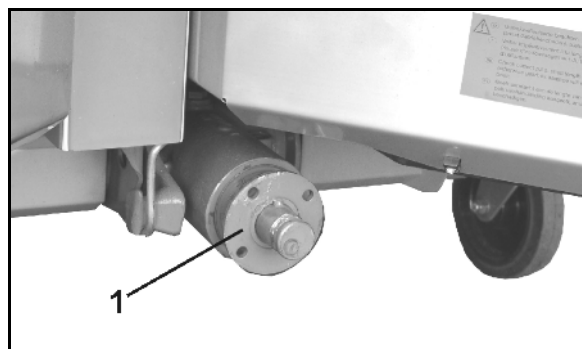

Fig. 24
5. Depositar el árbol de transmisión en el soporte previsto (Fig. 24/1).